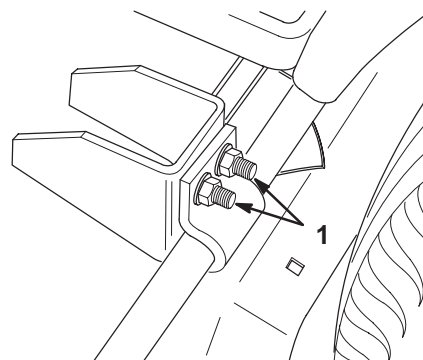

Figure 12
1. Réglez la coupe transversale en tournant les deux boulons de carrossier (Fig. 12) situés à l'arrière gauche du plateau de coupe.
2. Après avoir réglé les boulons de carrossier, vérifiez la coupe transversale. Reportez-vous au Contrôle de la coupe transversale (Fig. 12).